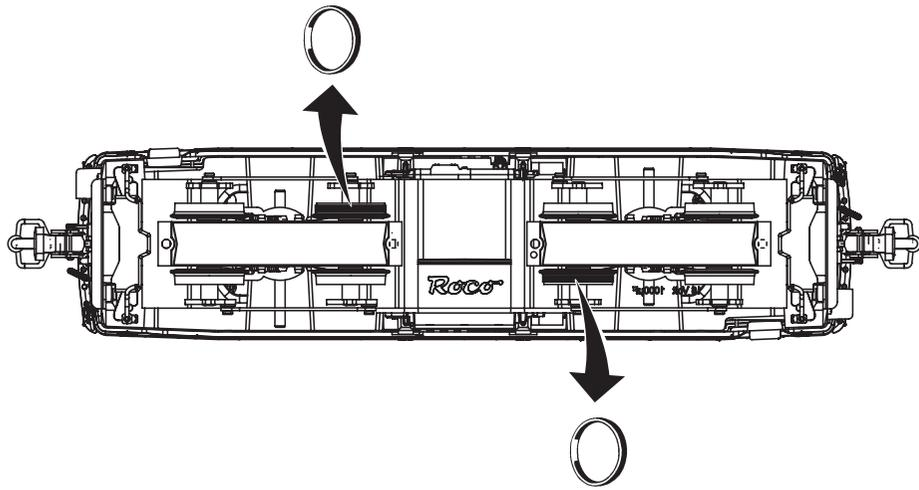

Fig. 7
1. Schmierung: Versehen Sie die im Schmierplan in Fig. 7 gekennzeichneten Stellen mit nur **kleinen Öltropfen**. Dazu zuerst das Lokgehäuse abnehmen (Fig. 3). Wir empfehlen den **ROCO Öler Art.-Nr. 10906**. Fürs Schmieren der Getriebeteile (Zahnräder, Schnecke) empfehlen wir das **ROCO-Spezialfett Art.-Nr. 10905**. Im Falle der Schmierung diese Teile **nicht ölen**.
1. Lubrication: Apply **tiny oil drops** to spots marked in fig. 7. Prior to lubrication dismantle locomotive (fig. 3). We recommend using item no. **10906, Roco oiler**. For lubrication the gearparts (e.g. cogwheels, worm) we would recommend our Roco **special grease** (item no. **10905**).
1. Graissage: N'appliquez **qu'une tout petite goutte** aux endroits indiqués par le plan de graissage (fig. 7) après avoir démonté la caisse de la locomotive (fig. 3). Nous vous recommandons **le graisseur à huile Roco réf. 10906**. Pour graisser les engrenages (roues dentées, vis sans fin) nous vous conseillons la **graisse spéciale Roco réf. 10905** pour engrenages en matières synthétiques. Lorsque vous utilisez cette graisse il faut éviter d'huiler ces composants.